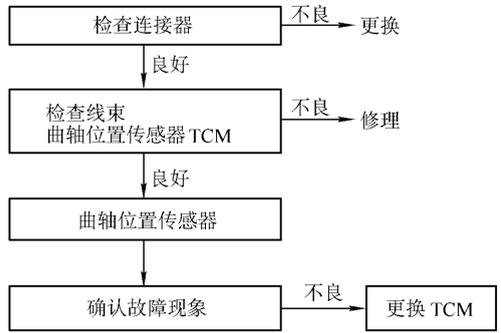

图 7-22 DTC P0725 故障诊断流程图
器信号，则判定曲轴位置传感器电路断路并输出 DTC P025。产生该故障的原因可能有：①曲轴位置传感器不良；②连接不良；③TCM 不良。DTC P0725——曲轴位置传感器故障诊断流程如图 7-22 所示。